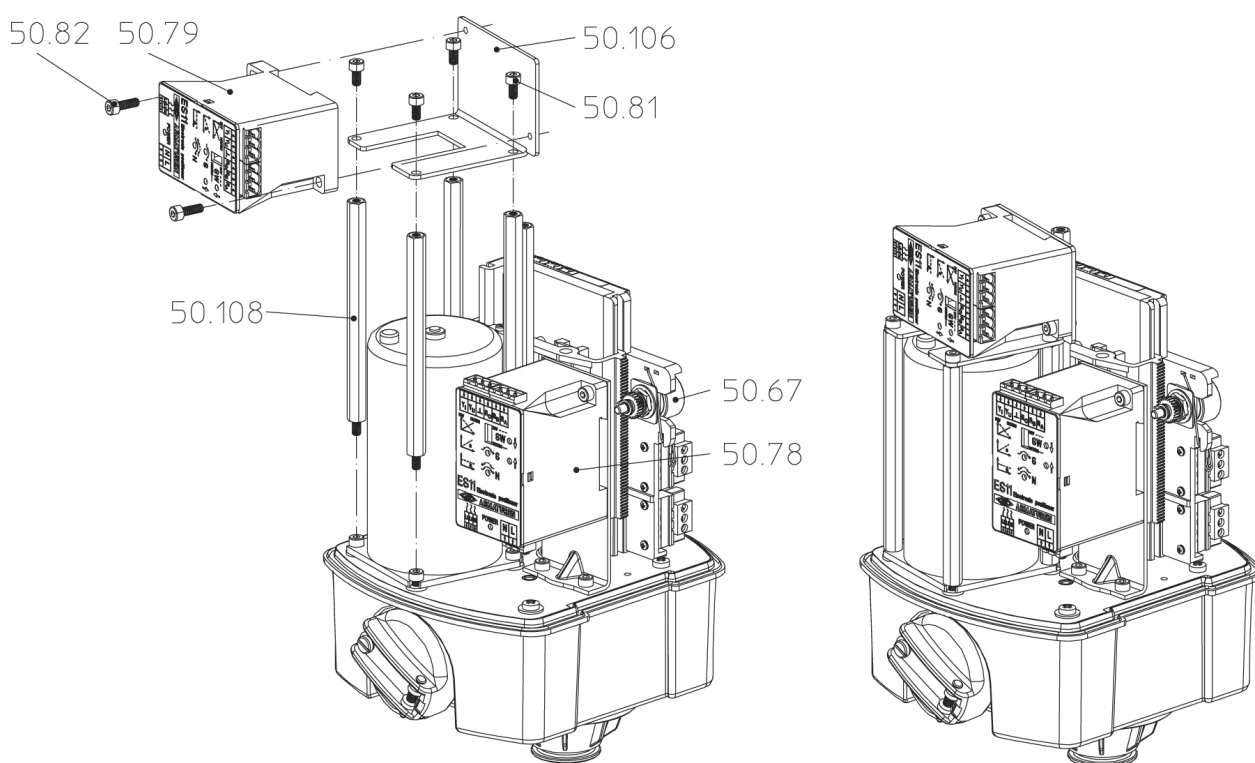

Рис. 18: Одновременная установка RI21 / ES11 в ARI-PREMIO 2,2-5 кН
- Смонтируйте RI21 и ES11 с помощью крепежного комплекта согласно Рис. 18.